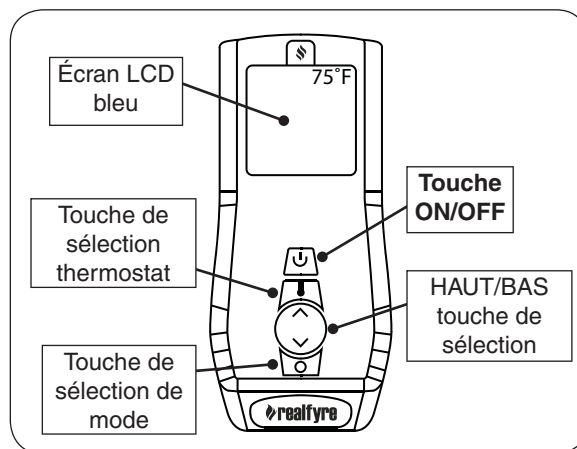

Fig. 40-4 Détail télécommande
3. Localisez la télécommande et appuyez sur le bouton ON/OFF (voir Fig. 40-4). La séquence d'allumage commencera.